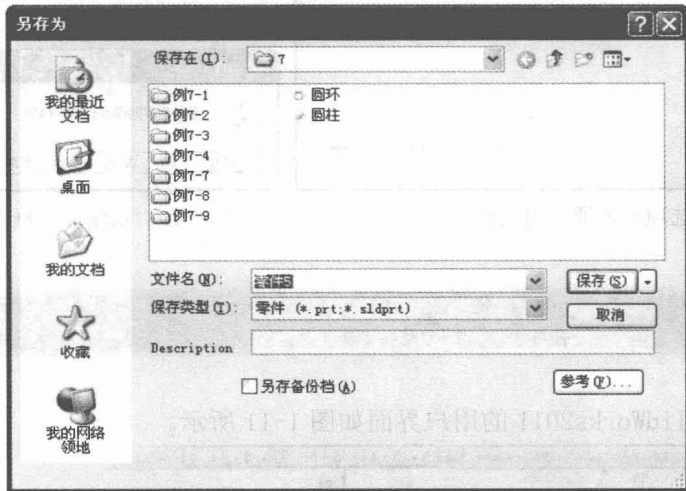

图 1-7 “另存为”对话框
(1) 执行命令。执行“文件”→“保存”菜单命令,或者单击“保存”图标按钮,执行保存文件命令。
(2) 设置保存类型。此时系统弹出如图 1-7 所示的“另存为”对话框。在对话框中的“保存为”一栏用于选择文件存放的文件夹;“文件名”一栏用于输入要保存的文件名称;“保存类型”一栏用于选择所保存文件的类型。通常情况下,在不同的工作模式下,系统会自动设置文件的保存类型。
在图 1-7 所示的“另存为”对话框中,可以将文件保存的同时保存一份备份文件。保存备份文件,需要预先设置保存的文件目录。设置备份文件保存目录的步骤如下: